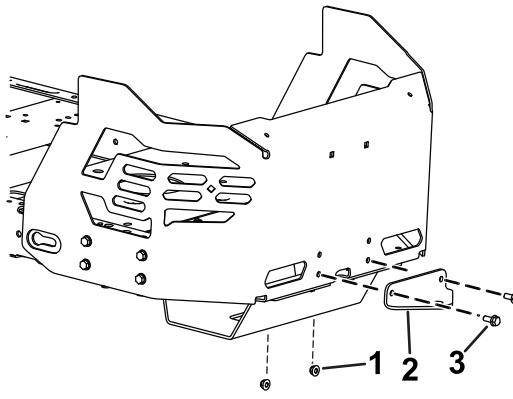

Figura 13
- Îndepărtați cele 2 șuruburi, 2 piulițe și suportul pentru dispozitivul de cuplare existente de la partea inferioară a apărătorii pentru motor (Figura 13).